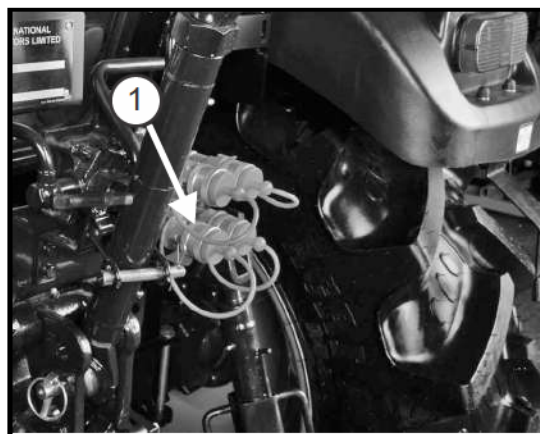

Рис. 4-35
4.57 Быстроразъемное соединение (Рис. 4-35)
Распределители имеют по два самозапирающихся быстроразъемных полусоединения с внутренней резьбой (1 Рис. 4-35), которые могут быть подключены к полусоединениям с наружной резьбой любого типа, если их размеры совпадают. Полусоединение легко выполняется и размыкается: толкнуть для соединения и потянуть для отсоединения.